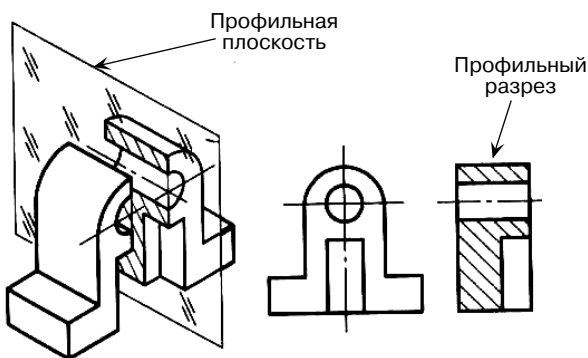

Рис. 320. Получение профильного разреза
- **профильным** – если секущая плоскость параллельна профильной плоскости проекции и размещается на месте вида слева (рис. 320);